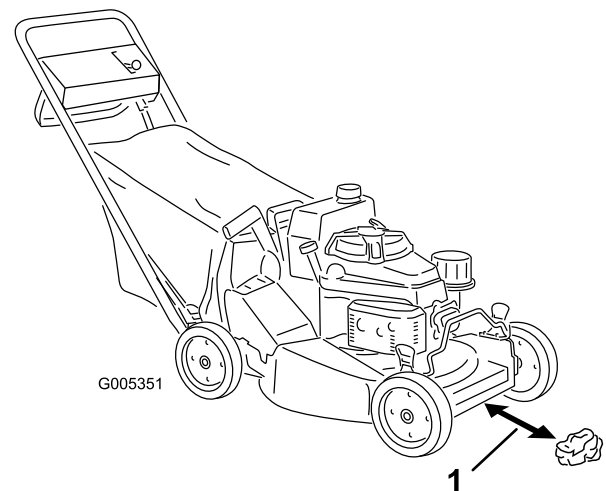

Bild 16
4. Stellen Sie den Fahrgeschwindigkeitshebel auf die Neutral-Stellung (N).
5. Nehmen Sie eine halbe Seite Zeitungspapier und knüllen es klein genug zusammen, damit es unter das Mähwerk passt (ca. 76 mm Durchmesser), siehe Bild 16.
6. Legen Sie das Zeitungspapierknäuel 12,7 cm vor den Rasenmäher (Bild 16).
- A. Legen Sie das Zeitungspapierknäuel 13 cm vor den Rasenmäher (Bild 16).